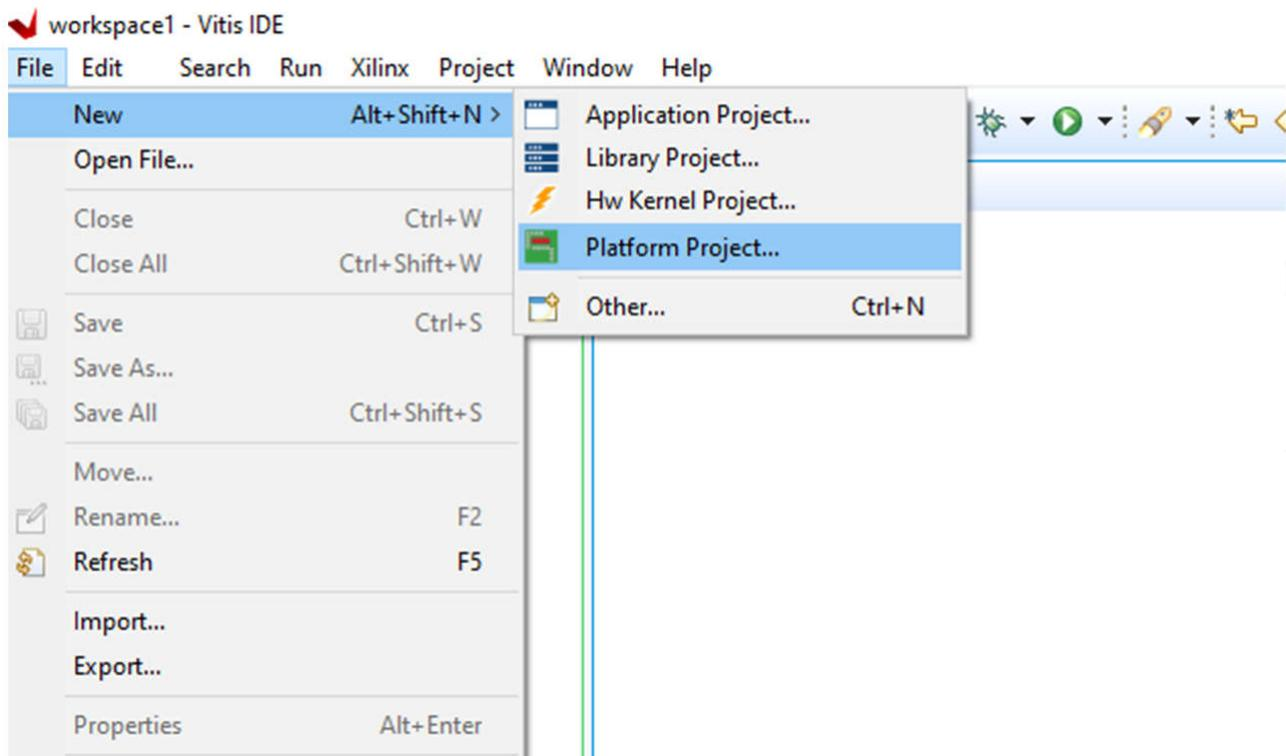

图 6-1. 新建平台项目
1. 打开 *File* 菜单，转到 *New*，然后点击 *Platform Project*（请参阅图 6-1）。